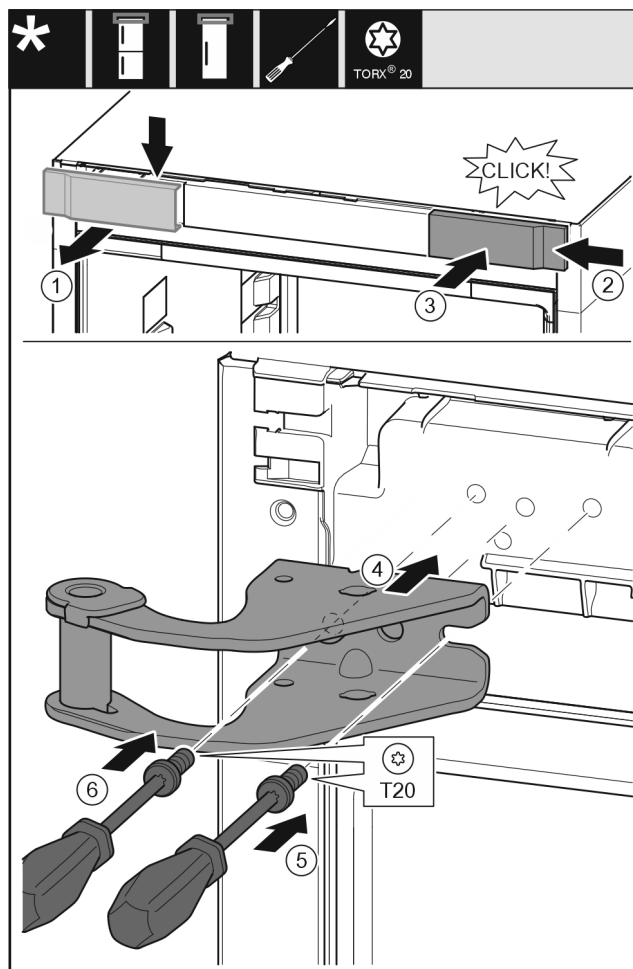

Fig. 13
- ▶ Pokrov snemite od zgoraj v smeri naprej. Fig. 13 (1)
- ▶ Pokrov, obrnjen za 180°, namestite na drugi strani z desne strani. Fig. 13 (2)
- ▶ Zatakните pokrov. Fig. 13 (3)
- ▶ Pristavite zgornji ležajni podstavek. Fig. 13 (4)
- ▶ Vijak vstavite z izvijačem T20 in ga zategnite. Fig. 13 (5)
- ▶ Vijak vstavite z izvijačem T20 in ga zategnite. Fig. 13 (6)